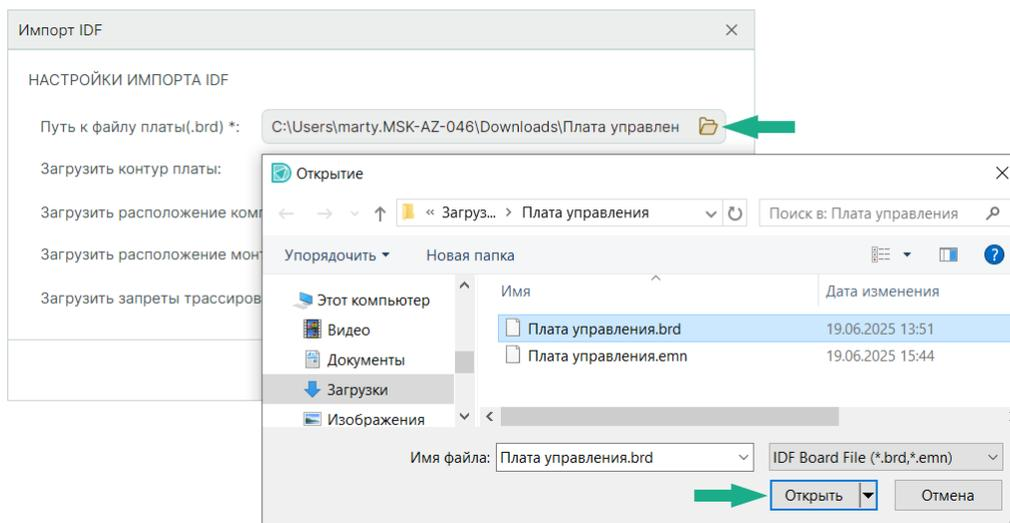

Рис. 101 Выбор файла для импорта
3. Для выбора файла нажмите , после выбора импортируемого файла в окне проводника нажмите «Открыть», см. Рис. 101.